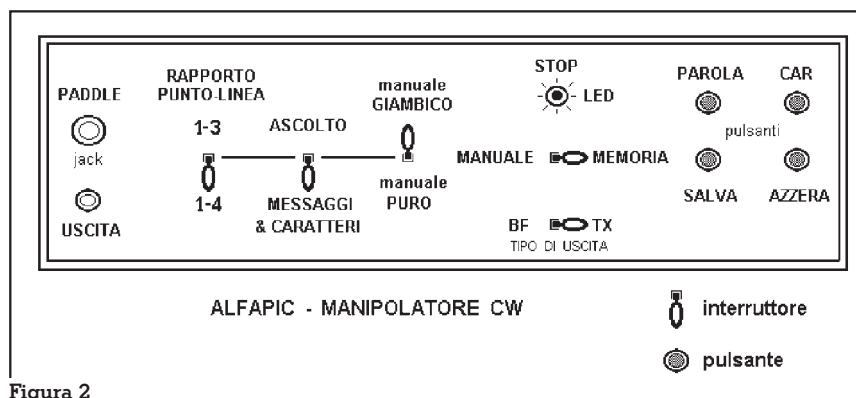

Figura 2
Tornando ora allo schema di figura 2, è evidente che, conoscendo il valore del resistore R_1 , sarà sufficiente leggere la tensione ai suoi capi (che è anche la tensione all'uscita dell'alimentatore) per ricavare la corrente assorbita, secondo la ben nota legge di Ohm:
si può usare una basetta millefori (mm 45 x mm 50) con passo da circuito integrato. Gli unici componenti attivi sono il PIC 16F84(A) e l'integrato stabilizzatore 7805. Completano poi questo circuito alcuni resistori, condensatori, interruttori e pulsanti. Tutte le 13 linee di ingresso/uscita del PIC sono state utilizzate, ne consegue che la filatura del circuito è abbondante. Nelle foto 1 e 2 alcuni prototipi realizzati da noi. Il disegno di figura 2 e la foto 1 suggeriscono una possibile disposizione dei pulsanti e degli interruttori, ossia dei comandi di questo manipolatore. Il quarzo XTAL è da 4,194304 MHz, ma si può usare anche un quarzo da 4,0 MHz. Tuttavia le pause e i tempi sono stati calcolati con il clock fornito da un quarzo da 4,194304 MHz. I pulsanti sono del tipo normalmente aperto.
Per le prove come tasto abbiamo usato un paddle, cioè un tasto a movimento orizzontale con due palette. Si può usare anche un tasto con un'unica leva o palette (perdendo però il funzionamento giambico) ma l'importante è che vi siano due (2) contatti elettrici, uno per i punti e uno per le linee. Osservando la figura 2 vediamo i comandi di questo manipolatore e il loro significato. Come prima cosa occorre scegliere il TIPO DI USCITA. Se colleghiamo questo manipolatore a un cicalino (buzzer) o a un TX (oppure a un relè) spostare l'interruttore nella posizione TX. Se invece lo colleghiamo a un altoparlante, spostare l'interruttore nella posizione BF. Con l'oscillatore a cristallo XTAL non è possibile variare in modo continuo il tono di BF. Pierluigi ha pertanto preparato 2 versioni di ALFAPIC: con la prima si ascolterà un tono a 512 Hz (tono medio), mentre
lampo del LED rosso confermerà la cosa. Questa breve pausa non è necessaria se il carattere immesso è composto da 6 punti-linee (è il massimo per un carattere Morse). Per fare prima, premere il pulsante CAR (vedere figura 2) per indicare la fine di un carattere oppure il pulsante PAROLA per indicare la fine di una parola, in tal caso verrà inserita una pausa più lunga.